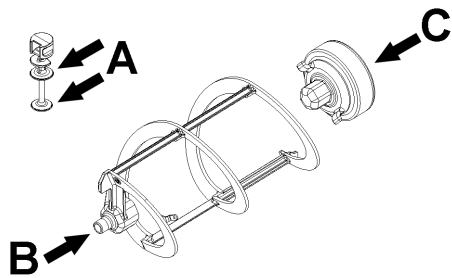
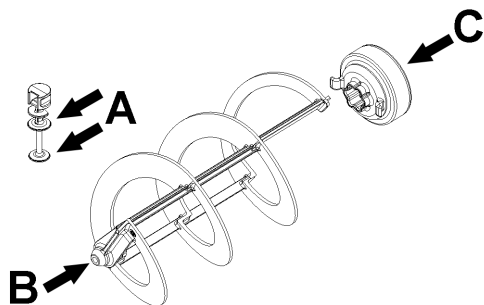

figure 19
figure 20
2 Lubrifier le piston du robinet, le joint hexagonal et le mélangeur aux points indiqués dans la (voir figure 19) (NG6) o (voir figure 20) (NG10). Utiliser uniquement la graisse fournie avec la machine ou une autre graisse prévue pour un usage
- 3** Remettre le robinet en place sur le bac en effectuant les opérations de la (voir figure 19) (voir figure 20) en sens inverse.